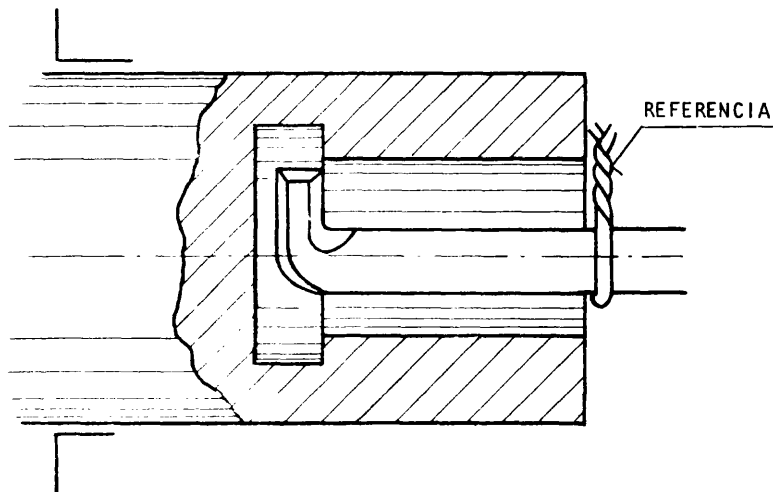

Fig. 6
- 2 Marque en la herramienta una referencia para indicar la profundidad a que debe llegar (fig. 6).